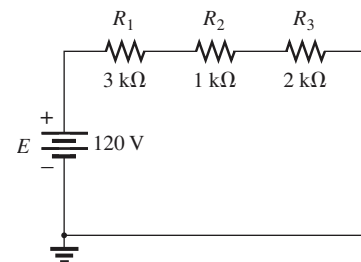

FIG. A4.97
13. Para el circuito de la figura A4.97, compuesto de resistores de valor estándar: